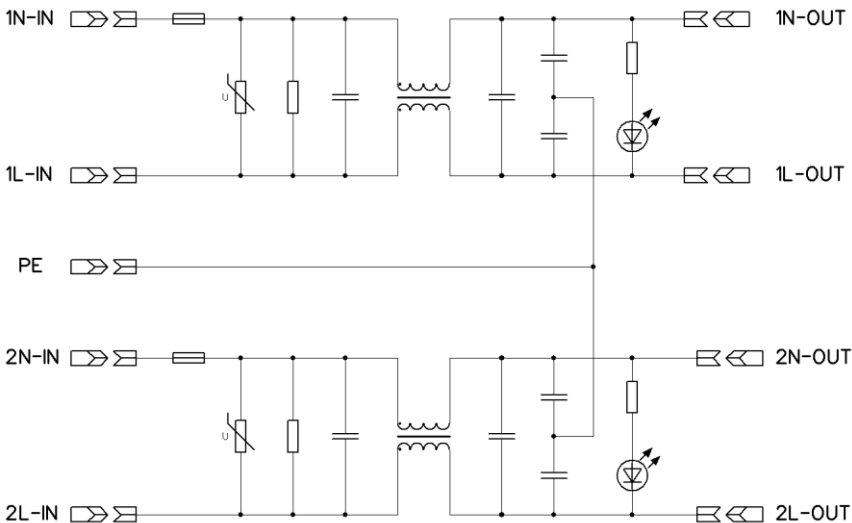
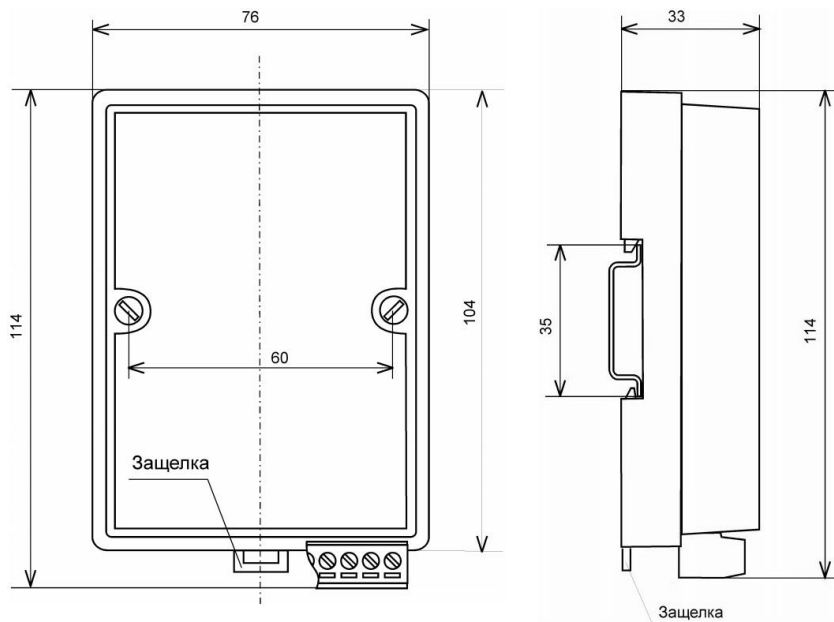

Рис. 1.1. Структурная схема модуля PF-1F-2C
Рис. 1.4. Габаритный чертеж модуля
Модули **PF-1F** (далее модули, фильтры) предназначены для фильтрации сети от импульсных и высокочастотных помех. Модули имеют один или два независимых канала (PF-1F-1C или PF-1F-2C соответственно). Каждый канал рассчитан на работу в однофазной сети переменного тока (рис. 1.1). Через модули **PF-1F** можно питать датчики, приборы измерительного характера, импульсные блоки питания и другое электрооборудование. Во входной части каждого из каналов фильтра установлен индикатор, показывающий присутствие подводимого напряжения. Так же по входу в модуле установлена защита от превышения напряжения. Для примера, на рис. 1.2. показано расположение клемм и индикаторов фильтра **PF-1F-2C**. Фильтр крепится на DIN-рейку и имеет стандартные размеры корпуса серии NL (рис. 1.4).
Модуль состоит из основания с крышкой, которая прикрепляется к основанию двумя винтами, печатной платы и съемных клеммных колодок (рис. 1.4). Крышка не предназначена для съема потребителем.
Для крепления на DIN-рейке используют пружинящую защелку (рис. 1.4), которую оттягивают в сторону от корпуса с помощью отвертки, затем надевают корпус на 35-мм DIN-рейку и защелку отпускают.
19.10.2023	Обновлен рис. 1.1 (структурная схема модуля PF-1F-2C)